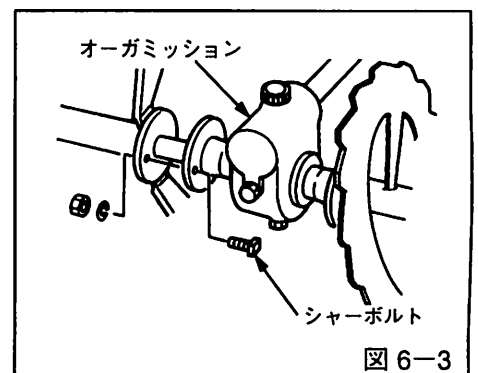

図 6-3
- 除雪作業中、雪に混じった石や異物がオーガとオーガケースの間に詰まり、オーガに過大な荷重がかかり過ぎるとシャーボルトが切断します。このシャーボルトの切断によって、本機の破損を未然に防止します。シャーボルトはオーガミッションの左右のフランジ部に、各1個ずつついています。(図6-3参照)